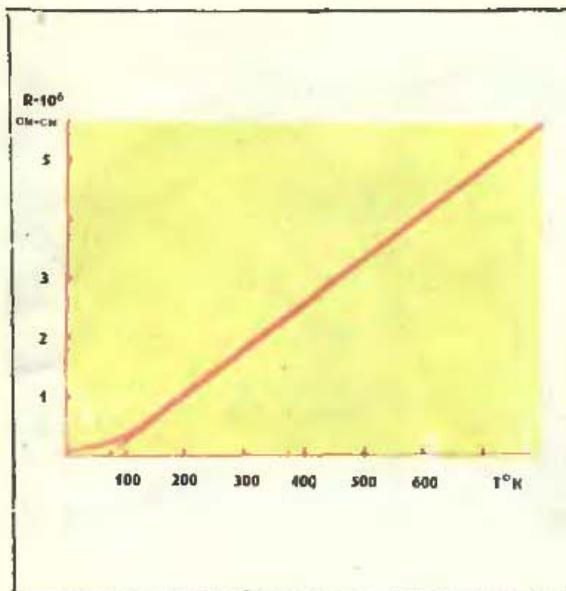

Рис. 1. График зависимости удельного сопротивления меди от абсолютной температуры.
2. Пользуясь зависимостью сопротивления меди от температуры (рис. 1), определите скорость звука в меди.